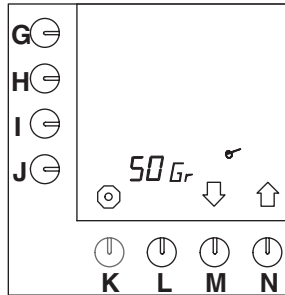

Abb. 48 Einstellen des Kaffeerechners
- Drücken Sie auf die Wahl taste (N.)↑, bis Abb.48 im Display erscheint.